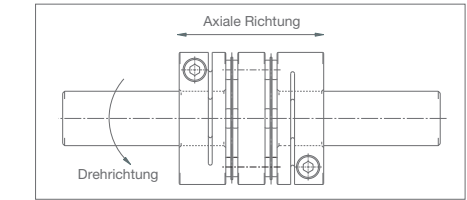

Abbildung 1
- 2. Schieben Sie die Servoflex auf den Motorwellenstumpf. Vermeiden Sie hierbei bitte das Ausüben unnötiger Kräfte auf die Kupplung. Verfahren Sie anschließend identisch bei dem Aufschieben auf die zweite Welle. Stellen Sie nun bitte sicher, dass sich die Servoflex sowohl in axialer Richtung als auch in Drehrichtung leichtgängig bewegen lässt und sich in einem unbelasteten Zustand befindet (Abbildung 1).